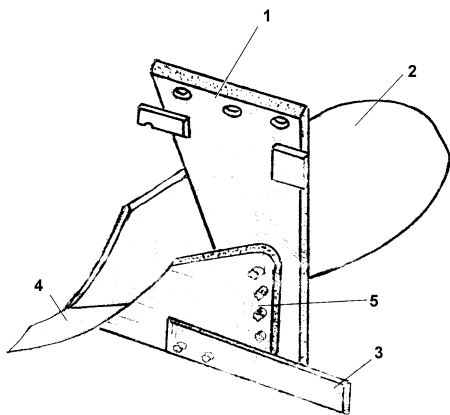

Рис. 3 Корпус ПНЛ 01.000-06
4.5 Корпус (рис.3) с культурной рабочей поверхностью для работы на скоростях 6-10 км/ч состоит из стойки – 1, башмака – 5, лемеха - 4, отвала – 2, боковины – 3.